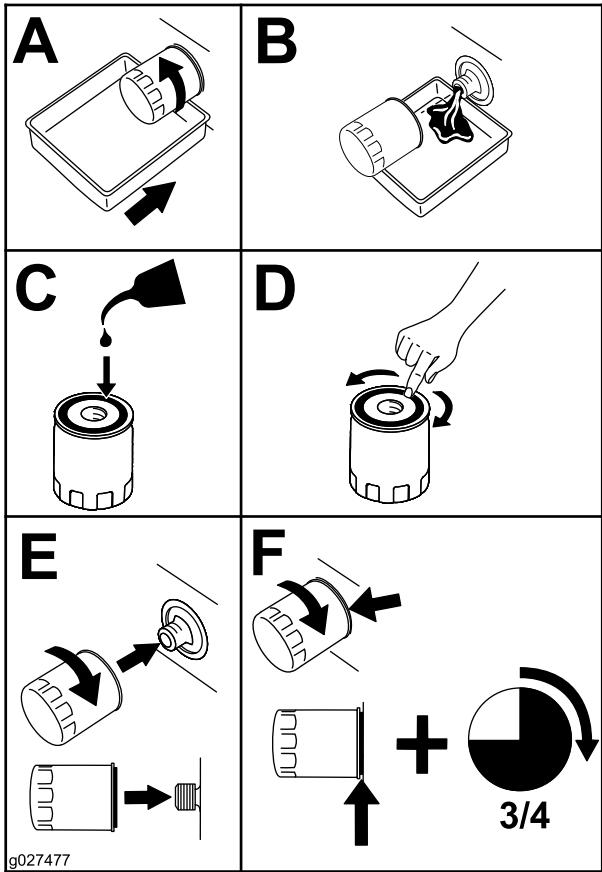

Bild 37
2. Wechseln Sie den Motorölfilter (Bild 37).